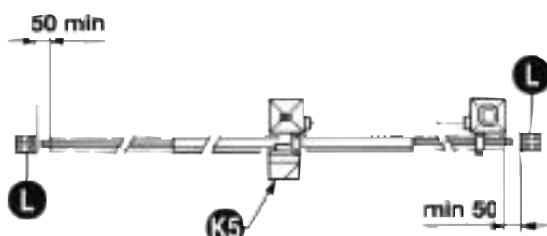

Fig. 2
Ne pas générer de zone d'écrasement (par exemple entre le vantail ouvert et la clôture). Outre les fins de course présents sur l'opérateur, il est nécessaire d'installer des butées mécaniques fixes à l'extrémité de chaque course de sorte à arrêter le portail en cas de dysfonctionnement des fins de course électriques. Pour cela, les butées mécaniques doivent être dimensionnées de sorte à supporter la poussée statique du moteur ajoutée à l'énergie cinétique du portail (12) (Fig.2).